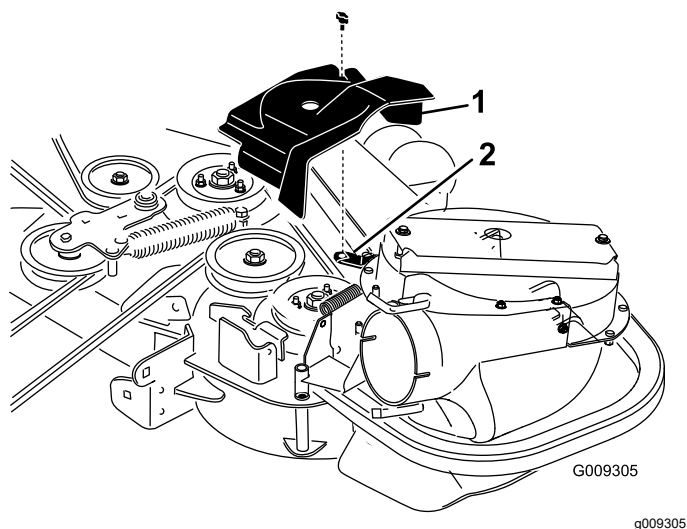
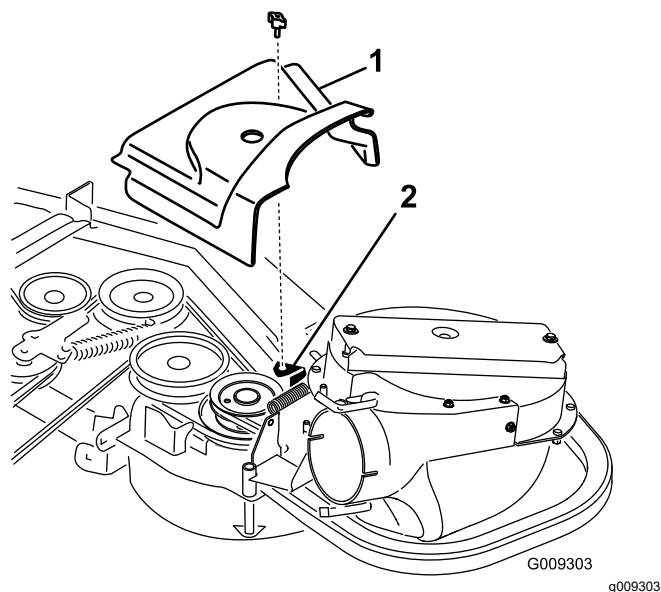

Figura 31
Figura 32
2. Instale la nueva cubierta de la correa de manera que las muescas de cada lado pasen por encima de los soportes de la cubierta de la correa, y enganche el cierre (Figura 31 o Figura 32).